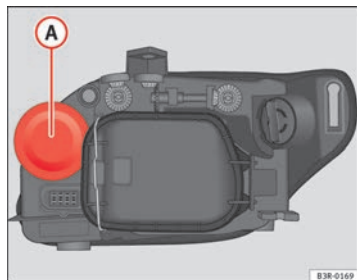

Abb. 204 Glühlampe für Blinker
- Nehmen Sie die Gummikappe  $\Rightarrow$  Abb. 204 durch Ziehen ab.